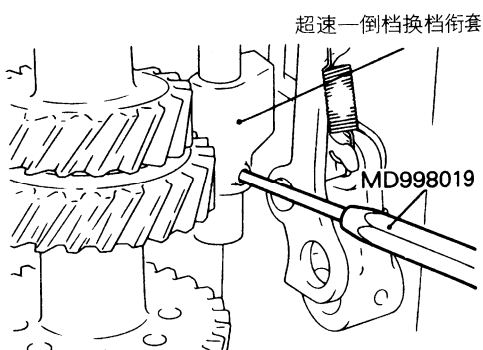

图 3-40 从超速/倒档换挡衔套上拆下弹簧销
(3) 拆卸超速/倒档换挡衔套弹簧销进，用专用工具从超速/倒档换挡衔套拆下弹簧销（图 3-40）。将超速/倒档换挡衔套滑到一侧，从换挡衔套槽升起控制连接杆，将换挡轴转动半圈、拉出锁销。